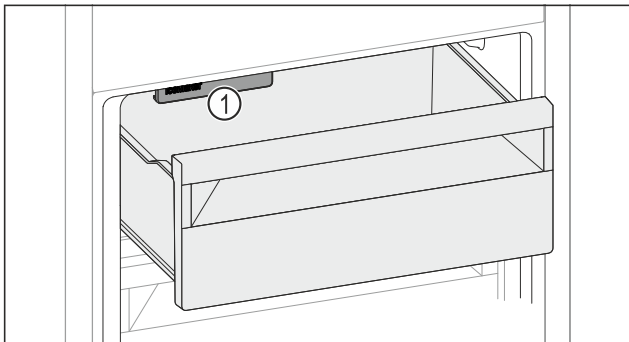

Fig. 126
- ▶ Учитывайте IceMaker Fig. 126 (1).